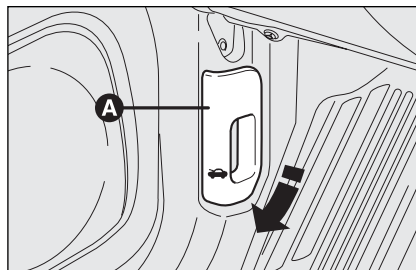

fig. 118
- ☐ tire de la palanca **A-fig. 118** en el sentido indicado por la flecha;